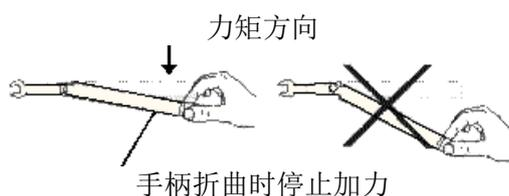

图 4-4 力矩扳手的使用方法
- c) 轻抓住力矩扳手手柄的末端，在垂直于手柄的方向上加力直至达到扳手的折点。如图 4-4：